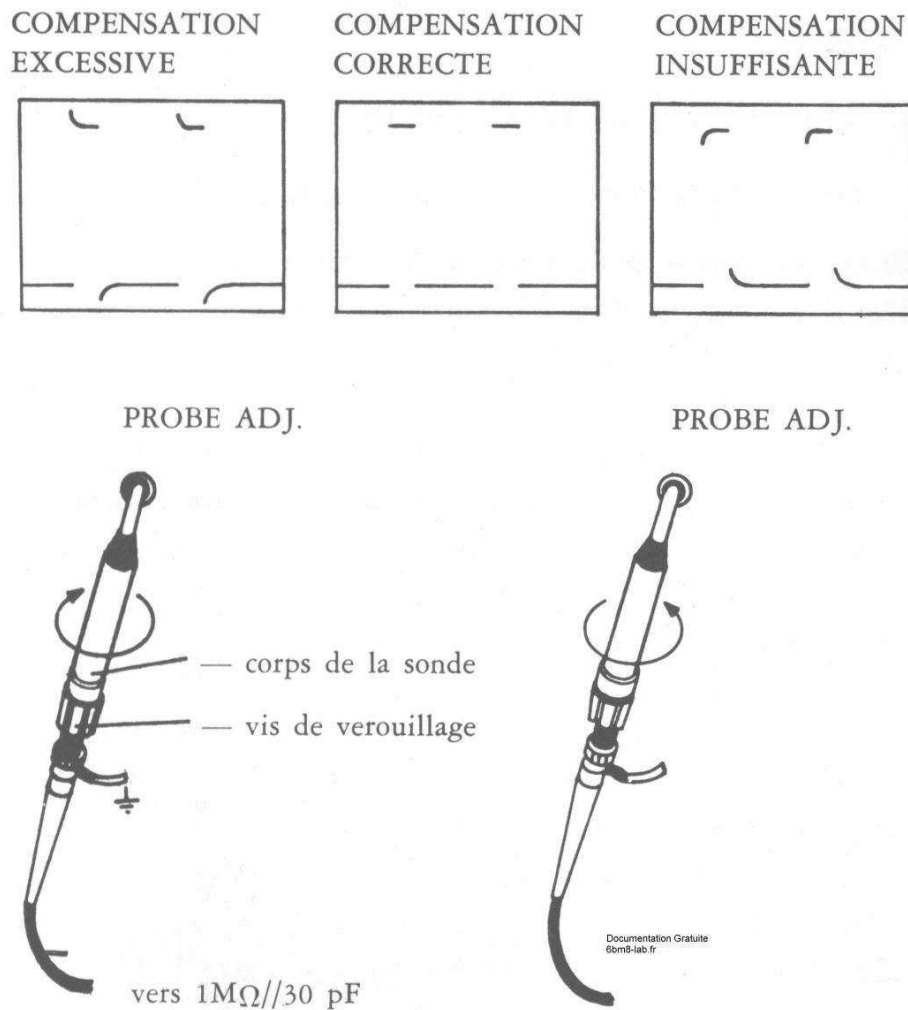

Fig. 5. Réglage sonde atténuatrice
- Fixer le câble de mesure à BU4 et placer le point de la sonde atténuatrice sur BU1 (voir fig. 5).